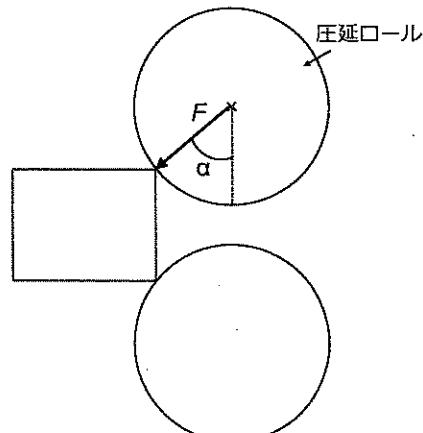

図2
(B) 圧延開始の際にロールから材料に作用する力の大きさを  $F$ 、摩擦係数を  $\mu$ としたとき、材料が圧延機に噛み込まれるための条件を、図2を参考にして求めなさい。